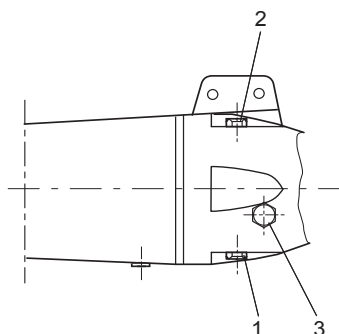

Рис. 16 Редуктор
2. Отпустить и вывернуть резьбовую пробку маслоналивного отверстия (поз. 2), смотрите рис. 16.